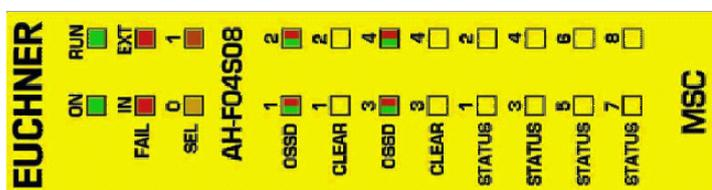

Bild 44:
8.4.14. Modul AH-FO4S08 (Bild 44)